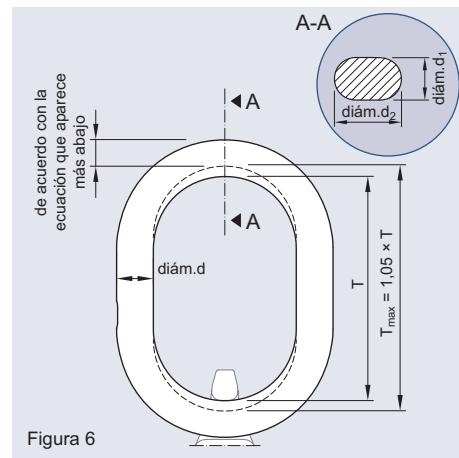

Figura 6
- alargamiento causado por sobrecarga (Figura 6 y Tabla 2)
Además, se deberá observar durante la inspección el diámetro de la anilla de elevación. El estado de sustitución para esta pieza se alcanza si el diámetro de la anilla de elevación tiene una disminución del 10% (Figura 6 y Tabla 2).